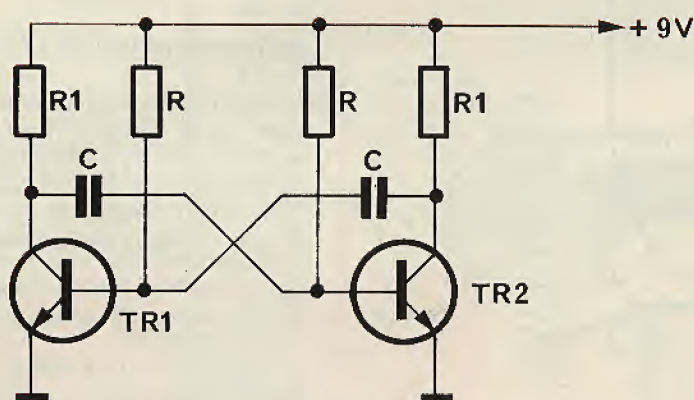

Fig. 1 - Schema principale costituito da un multivibratore a due transistori
**I**l blocco principale è costituito da un multivibratore classico a due transistori (fig. 1) la cui frequenza di oscillazione è data dalla formula  $F = 1/RC \log. 2 = 1/0,69 RC$ .